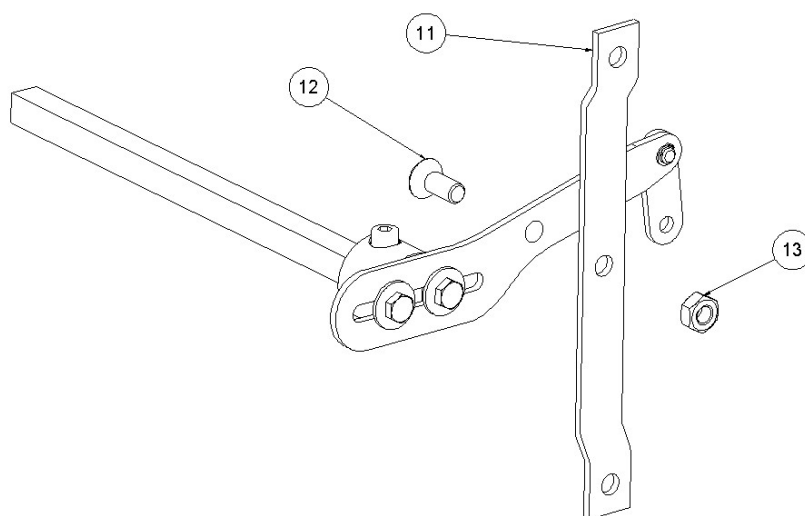

Figure.3
Fixez un des bras, se trouvant déjà vissé au tireur, à l'arrimage du limiteur (11), en utilisant la vis M10 x 25 DIN 7991 8.8 (12) et l'écrou M10 DIN 985 Autoblock (13) – Fig. 3 –.